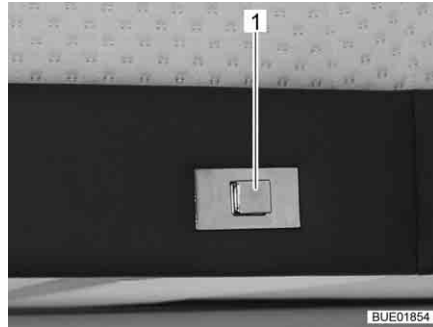
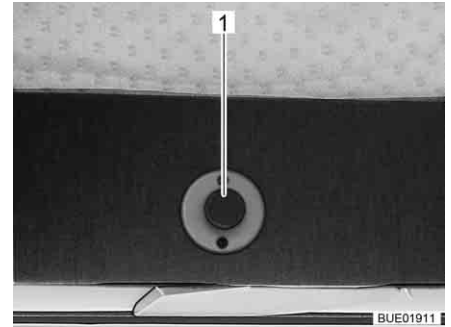

Fig. 78 Bottone di sbloccaggio
Fig. 79 Bottone di sbloccaggio (alternativa)
- Premere e tenere premuto il bottone di sbloccaggio (Fig. 78,1 o Fig. 79,1).